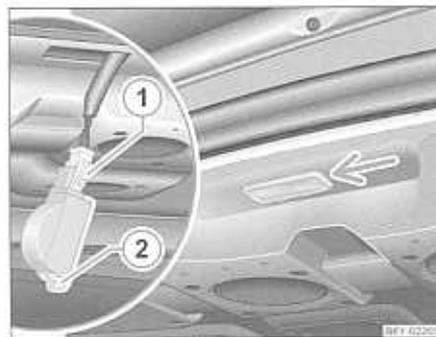

Fig. 168 Desmontar la luz de maletero (Sedan)
- Inserte un destornillador en el intersticio debajo de la lámpara → fig. 168. Sacar la lámpara, apalancándola con cuidado.
- Después de desasegurar la pestaña de resorte ①, retirar el enchufe.
- Presione el seguro de resorte ② apartándolo de la cubierta y retire ésta.